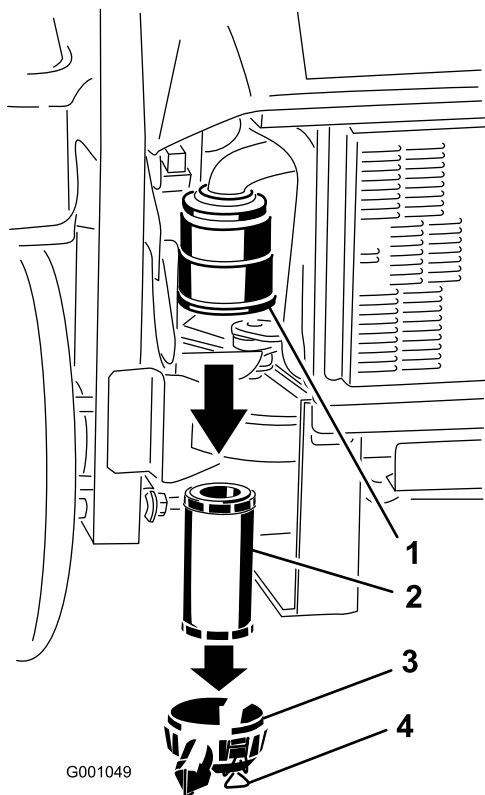

Figura 43
3. Abra los cierres del limpiador de aire y tire de la tapa del limpiador de aire para separarla de la carcasa del limpiador de aire (Figura 43).
5. Extraiga con cuidado el filtro de la carcasa del limpiador de aire (Figura 43). Evite golpear el filtro contra el lado de la carcasa.